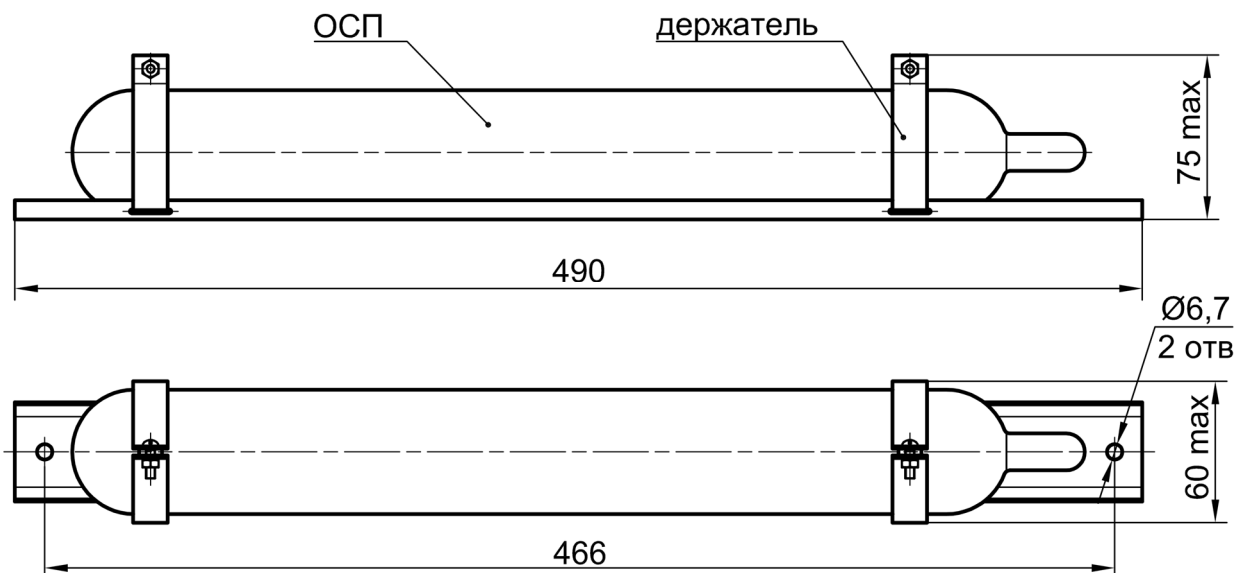

Рис. 2.3 ОСП с держателем М.
- М - для подвижного состава метрополитена, см. рис. 2.3;
6.5 ОСП с держателями М или м/ф монтируются на горизонтальных конструкциях или потолке при помощи шурупов, болтов и т.п. Координаты крепежных отверстий держателей см. рис. 2.3 и 2.4.